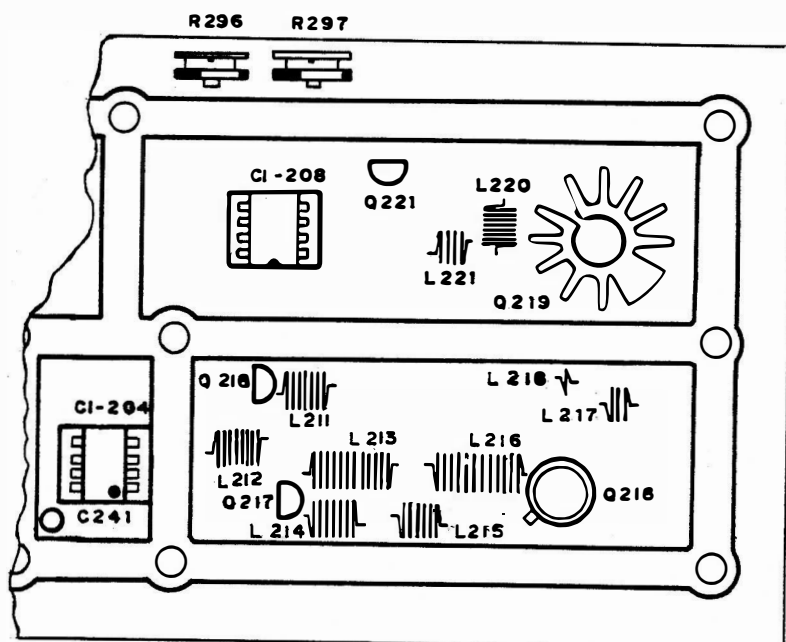

FIG. 6
-Desconectar o cabo de saída de RF (conector de antena), acionar o transmissor (sem modulação) e ajustar o trimpot R 297 (vide fig.6) para se obter a metade da corrente nominal de consumo no amperímetro da fonte de alimentação.